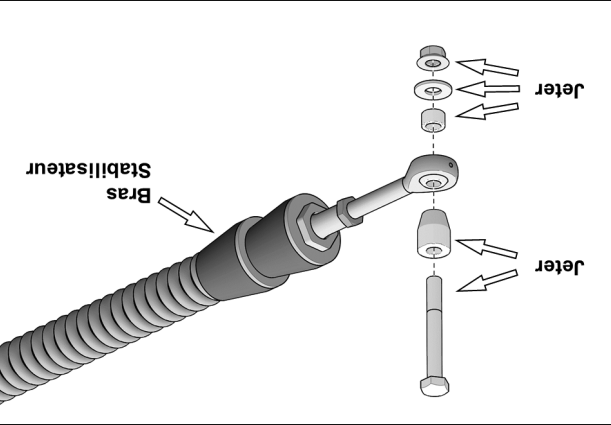

Fig. 3
4. Retirer et jeter les boulons, rondelles, espaceurs et écrous aux rotules des bras stabilisateurs des systèmes avant. Voir la Fig. 3